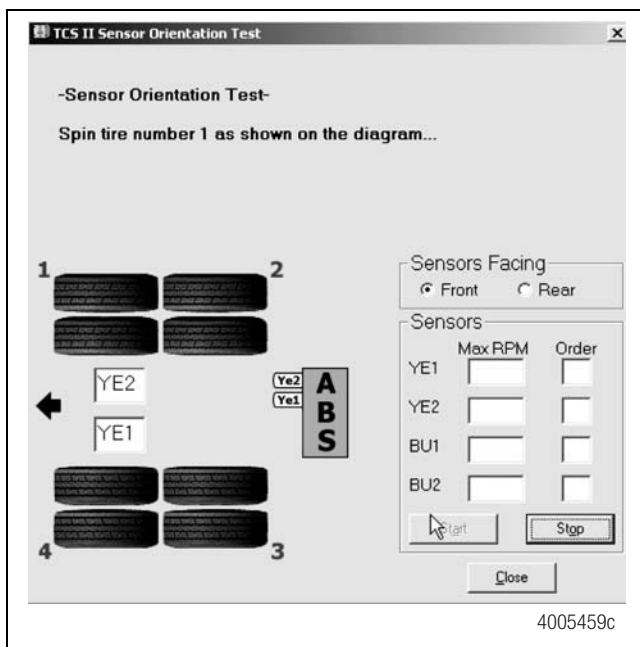

Figura 17
- Para comenzar la prueba haga clic en **Start** (Comenzar). Figura 17.